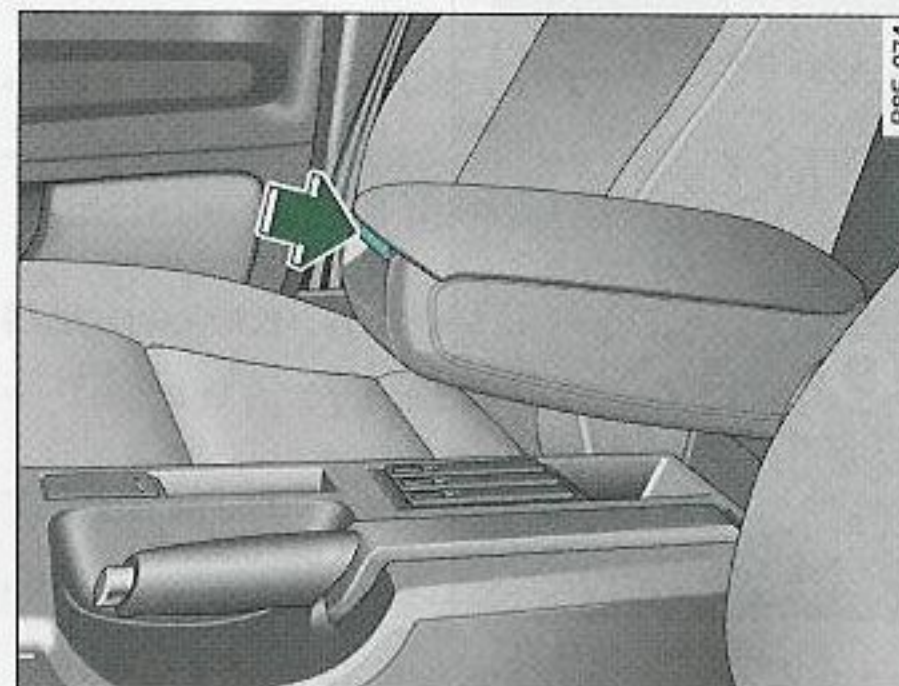

Fig. 92 Reposabrazos entre el asiento del conductor y el del acompañante
- Presione la palanca de desbloqueo ⇒ fig. 92.